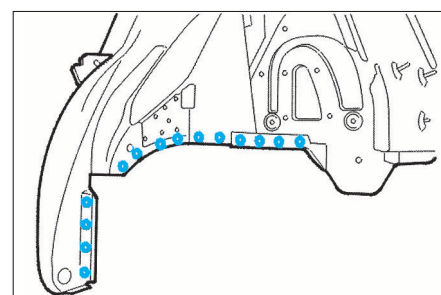

FIG. 79
- Percer 6,5 mm pour le soudage ultérieur par bouchonnage (Fig.79).